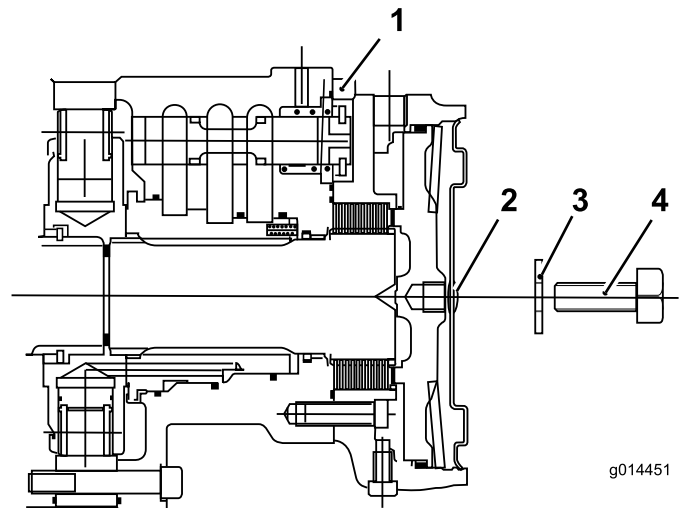

Figura 48
- C. Monte el tapón hexagonal en la placa de extremo del motor (Figura 48).